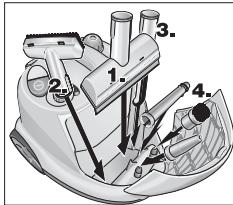

Fig. 9: Rum til tilbehør
- Læg hånddyse, vinduesdyse, punktråledyse og smådele i rummet til tilbehør (se fig. 9).